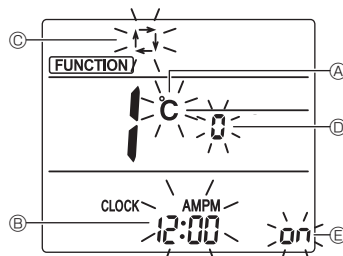

Fig. 6-10
3. İşlev No "1" in görüntülenip görüntülenmediğini kontrol edin ve [SET] düğmesine ③ basın. Görüntü ayar ekranı görüntülenecektir. (Fig. 6-10)